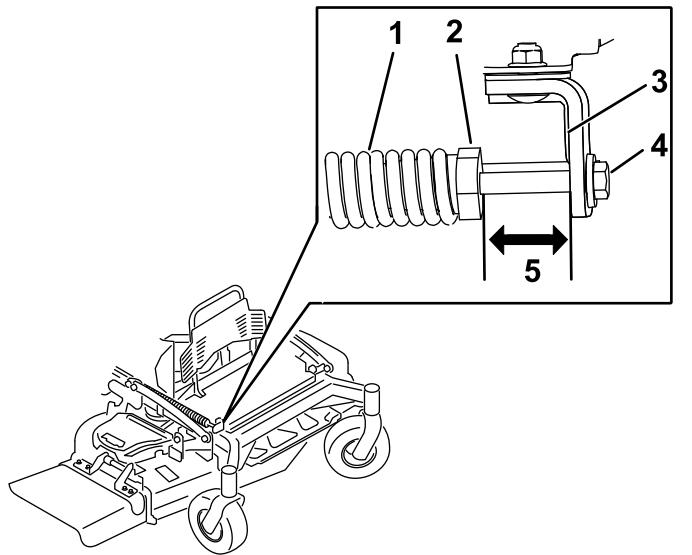

Figura 86
2. Verifique o comprimento entre a porca da mola e o lado traseiro do suporte de montagem soldado (Figura 86).
3. Certifique-se de que o comprimento é entre 51 mm para plataformas de 122 cm/132 cm e de 38 mm para plataformas de 152 cm, como se mostra na Figura 86.
4. Se for necessário, ajuste a distância ao ajustar o parafuso na dianteira do suporte de montagem (Figura 86).